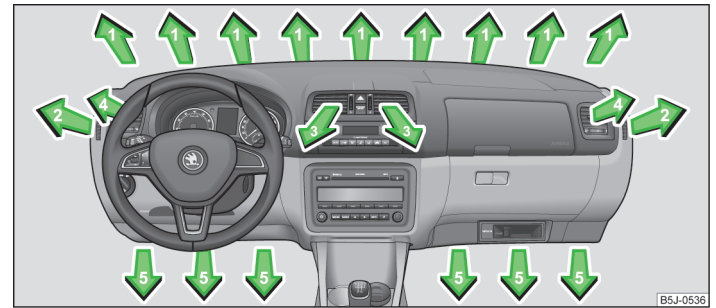

Abb. 80 Luftaustrittsdüsen
Bei den Luftaustrittsdüsen **3** und **4** » Abb. 80 kann die Luftstromrichtung geändert und die Düsen können auch einzeln geschlossen und geöffnet werden.
- Das senkrechte Rad (Luftaustrittsdüsen **3**) » Abb. 80 bzw. das waagerechte Rad (Luftaustrittsdüsen **4**) in die Stellung  drehen.
➤ Das senkrechte Rad (Luftaustrittsdüsen 3) » Abb. 80 bzw. das waagerechte Rad (Luftaustrittsdüsen 4) in die Stellung 0 drehen.
- Die waagerechten Lamellen mithilfe des verschiebbaren Verstellers schwenken, um die Höhe der Luftströmung zu ändern » Abb. 80.
Wir empfehlen Ihnen, die Luftaustrittsdüsen 3 » Abb. 80 auf Seite 81 in allen Betriebsarten geöffnet zu belassen.